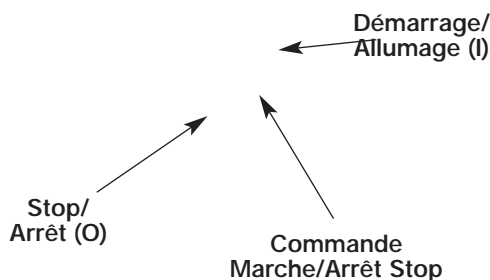
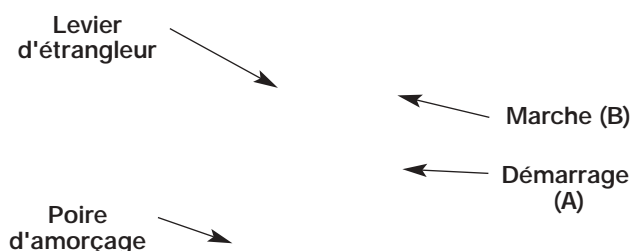

Fig. 5-1
Fig. 5-2
2. Mettez la commande Marche/Arrêt Stop en position de DÉMARRAGE (I) (Fig. 5-1).
3. Enfoncez complètement puis relâchez lentement la poire d'amorçage 5 à 7 fois. Vous devriez sentir et voir de l'essence dans la poire (Fig. 5-2). S'il n'y a pas de carburant dans la poire, appuyez trois fois ou plus ou jusqu'à ce qu'il y pénètre.
4. Mettez le levier d'étrangleur en position de DÉMARRAGE (A) (Fig. 5-2).
6. Mettez le levier d'étrangleur en position de MARCHÉ (B) (Fig. 5-2).
9. Appuyez sur la manette des gaz de 5 à 10 secondes pour réchauffer le moteur. Mettez le levier d'étrangleur en position de MARCHÉ (B) (Fig. 5-2).
NOTE : il n'est pas nécessaire d'utiliser l'étrangleur pour démarrer un moteur chaud. Mettez la commande Marche/Arrêt Stop en position de DÉMARRAGE (I) (Fig. 5-1) et le levier d'étrangleur en position de MARCHÉ (B) (Fig. 5-2).
2. Pour arrêter le moteur, mettez la commande de Marche/Arrêt Stop en position d'ARRÊT [O] (Fig. 5-1).